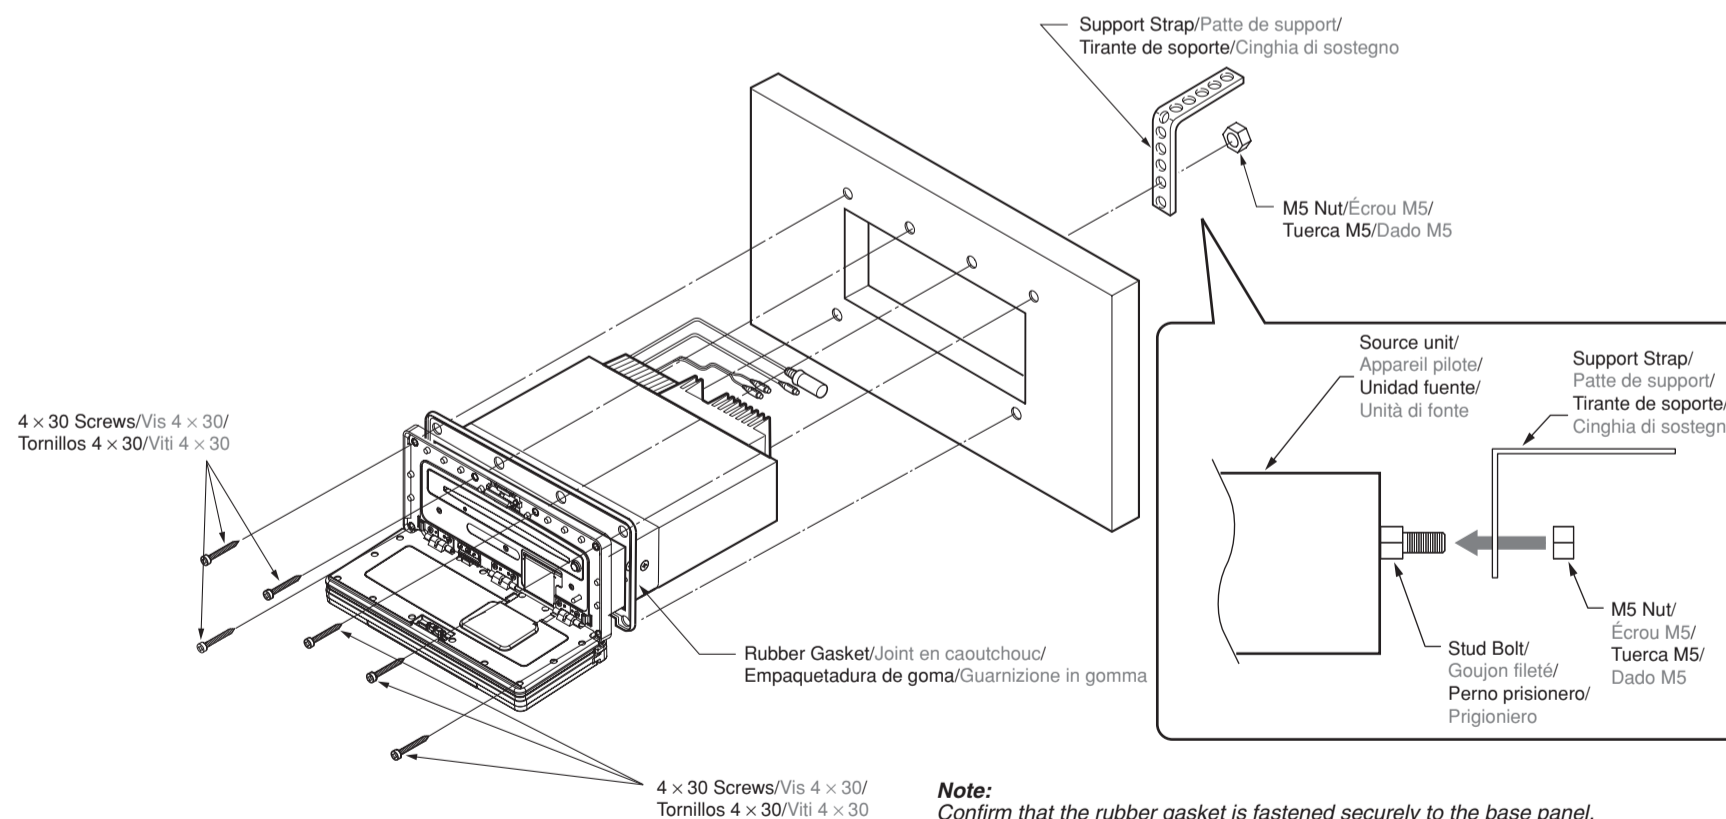

Figure 5 / Figure 5 / Figura 5 / Figura 5
1. Insert the source unit into the cutout hole until to the end. (Figure 5)
2. Using the supply screws (4 x 30) to secure the source unit. (Figure 5)
3. Using support strap to secure the source unit on the back side by supply M5 nut. (Figure 5)
4. Attach the side covers to the source unit. (Figure 5)
1. Insérez l'appareil pilote jusqu'au bout dans l'orifice découpé. (Figure 5)
2. Utilisez les vis fournies (4 x 30) pour fixer l'appareil pilote. (Figure 5)
3. Utilisez la patte de support pour fixer l'appareil pilote sur le panneau arrière à l'aide de l'écrou M5 fourni. (Figure 5)
4. Fixez les couvercles latéraux sur l'appareil pilote. (Figure 5)